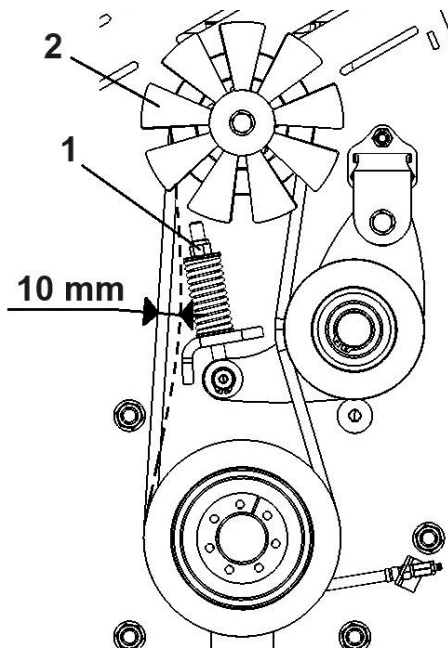

Abbildung 16. Riemenspannung des Riemenantriebs: 1 – Spannmutter, 2 – Lüfterrad
- die Befestigungsschrauben (1) der Schutzvorrichtung des Riemenantriebs abschrauben,
- die Schutzvorrichtung des Riemenantriebs (2) demontieren,
- die Riemenspannung überprüfen (wird der Keilriemen in der Mitte des Abstands zwischen den Riemenscheiben mit einer Kraft von 75 N mit dem Finger gedrückt, beträgt die Durchbiegung des Riemens ca. 10 mm) (Abb. 16),
- falls eine Erhöhung der Riemenspannung erforderlich ist, die Spannmutter (Abb. 16 Pos. 1) um die erforderliche Anzahl von Umdrehungen verstellen, bis die vorgeschriebene Riemenspannung erreicht ist,
- die Befestigungsschraube des am oberen Riemenscheibe befestigten Lüfterrads abschrauben (Abb. 16 Pos. 2),
- die Spannmutter (Abb. 16 Pos. 2) lösen, sodass die Riemen abgenommen werden können,